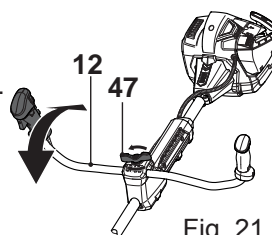

Fig. 21
- > Desserrez la molette en plastique sur le support (47) et réglez l'angle (Fig. 21).